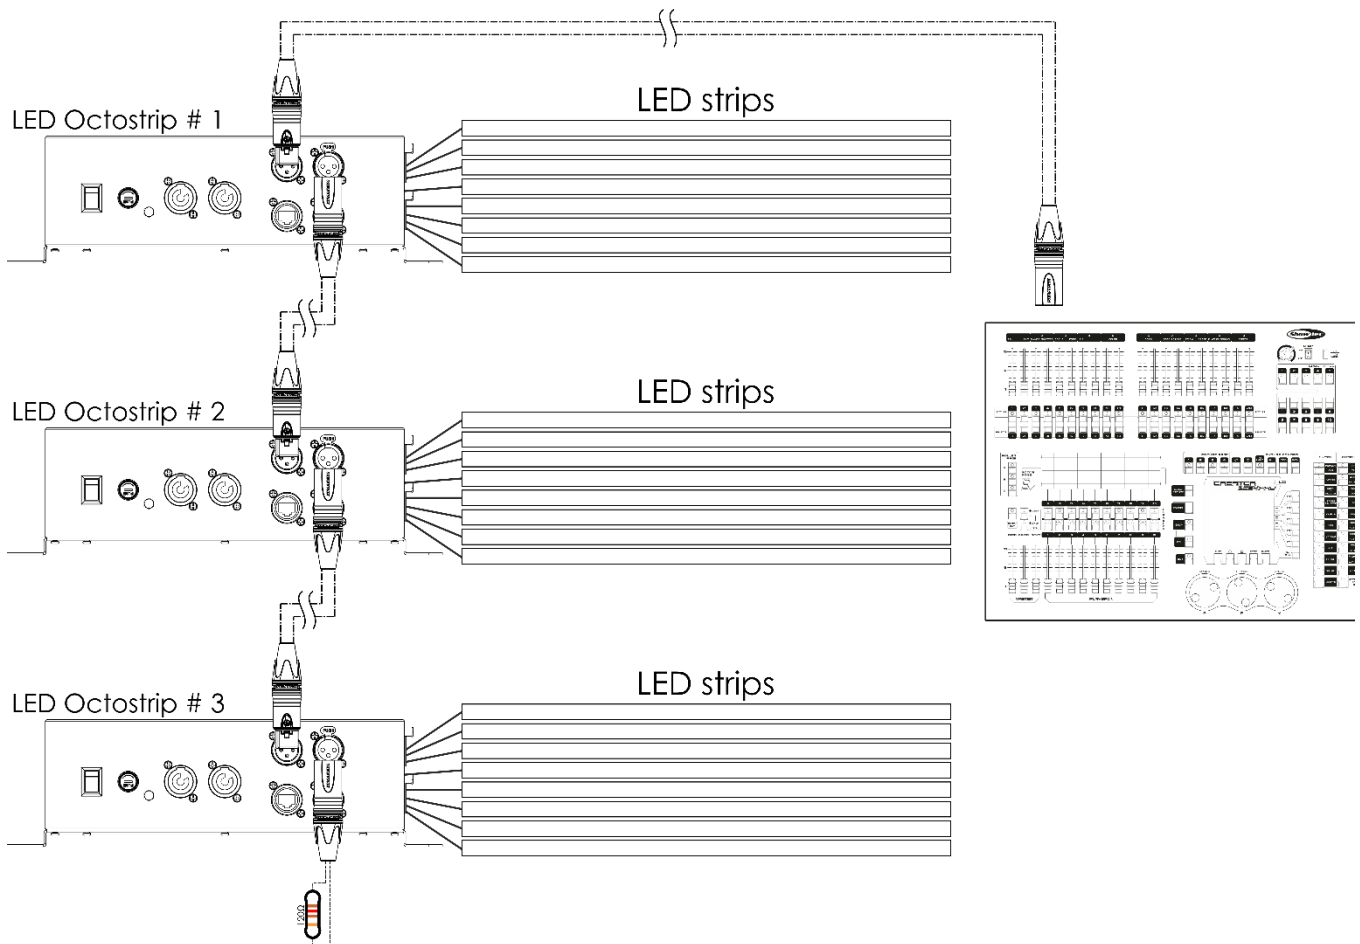

Abb. 05
- 04) Verbinden Sie die Geräte wie in Abb. 05 abgebildet. Schließen Sie den DMX-Ausgang des ersten Geräts mit einem DMX-Kabel an den Eingang des zweiten Geräts an. Wiederholen Sie diesen Vorgang, um das zweite, dritte und vierte Gerät ebenfalls zu verbinden.